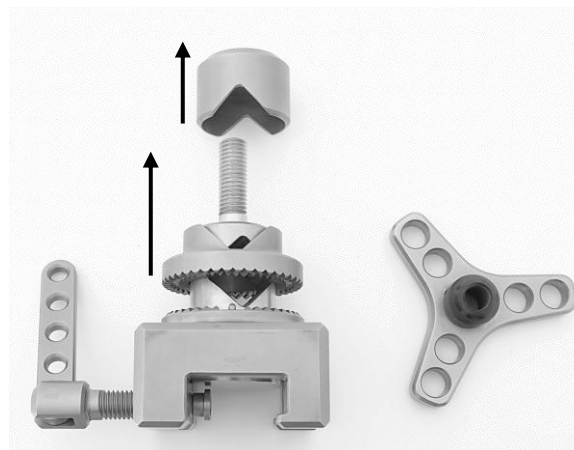

Abb. 16
Zuerst den oberen Teil der Klemmbacke (2) vom Gewinde des Sockels (4) ziehen, dann den unteren Teil der Klemmbacke (3) entfernen (Abb. 16).